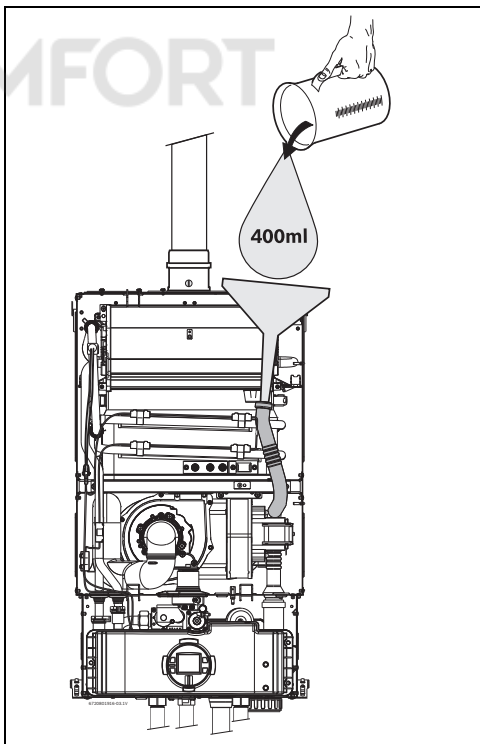

Рис. 62 Заполнение устройства для сбора конденсата после установки.
- Заполните устройство для сбора конденсата, залив примерно 14 унций (400 мл) воды через верхнюю часть сливной трубки. Во избежание повреждения прибора используйте при этом воронку, см. Рис. 62 .